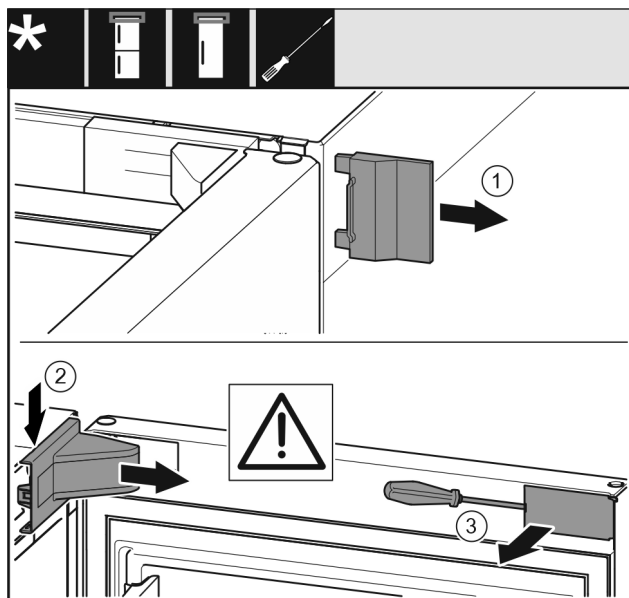

Fig. 8
- ▶ Noņemiet ārējo pārsegu. Fig. 8 (1)
- ▶ Atbrīvojiet un atvienojiet gultņa balsta pārsegu. Noņemiet gultņa balsta pārsegu. Fig. 8 (2)
- ▶ Atbrīvojiet aizsegu ar plakano skrūvgriezi un pagrieziet uz sāniem. Fig. 8 (3)